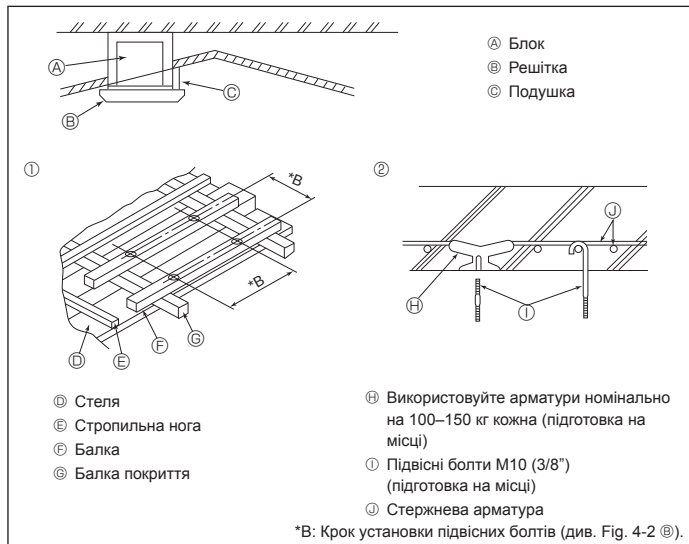

Fig. 4-4
4.4. Структура підвіски (міцна структура підвіски на місці) (Fig. 4-4)